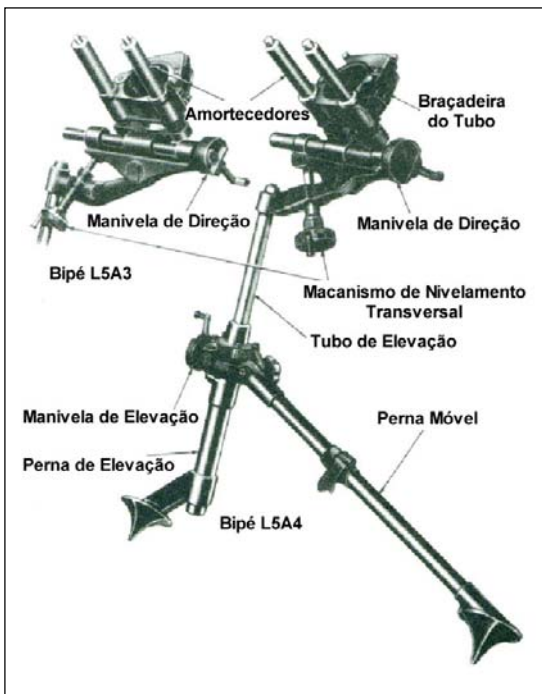

Fig 2-4. Bipés - L5A3 e L5A4
(1) O bipé tem a frente voltada para o tubo e carrega o mecanismo necessário para seu encaixe. A braçadeira do tubo fica na parte superior do bipé, possuindo um dispositivo de travamento que consiste de um portão da braçadeira, ferrolho de travamento e tranca do ferrolho de travamento. Em baixo da braçadeira existem dois cilindros com amortecedores. No seu lado direito está o local onde é alojado o ferrolho de travamento e junto a ele uma tranca. Quando se dá o fechamento do portão da braçadeira, há um botão de ajustagem da tensão. Ele está marcado por duas letras H-S (pesado - leve). Para travar o ferrolho utiliza-se a tranca de travamento. A braçadeira possui um retém para evitar sua abertura indesejada (retém da braçadeira). (Fig 2-4)